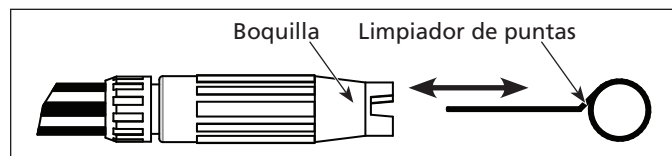

Figura 4
- Usando el limpiador de puntas que se incluye, o un sujetador de papeles desdoblado, introduzca el alambre en el orificio de la boquilla y muévalo hacia adelante y hacia atrás hasta quitar la obstrucción (vea la Figura 4).